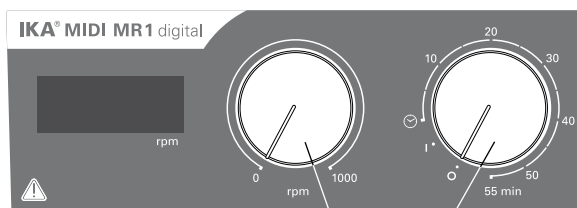

Fig. 3
- ☞ Για να ενεργοποιήσετε τη συσκευή, περιστρέψτε το διακόπτη ενεργοποίησης/απενεργοποίησης και το χρονοδιακόπτη (**B**, βλέπε **Fig. 3**) δεξιόστροφα στη θέση «**1**».
- ☞ Ρυθμίστε τον αριθμό στροφών κινητήρα με το ρυθμιστή αριθμού στροφών (**C**, βλέπε **Fig. 3**). Ο αριθμός στροφών του κινητήρα μπορεί να ρυθμιστεί από 0 έως 1000 rpm για τη συσκευή **MIDI MR 1 digital** και από 0 έως 600 rpm για τη συσκευή **MAXI MR1 digital**.